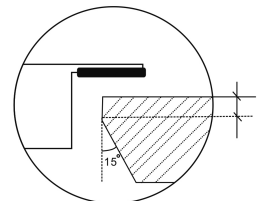

Abb. 1
3. Schneiden Sie eine Öffnung in die Arbeitstischplatte gemäß den Angaben in der Zeichnung unten. (**Abb. 1**)
4. Als Alternative zu dem oben beschriebenen Verfahren kann das Induktionskochfeld bündig montiert werden, wenn die benachbarte Oberfläche aus rostfreiem Stahl oder einem anderen hitzebeständigen Material ist. (**Abb. 1**)